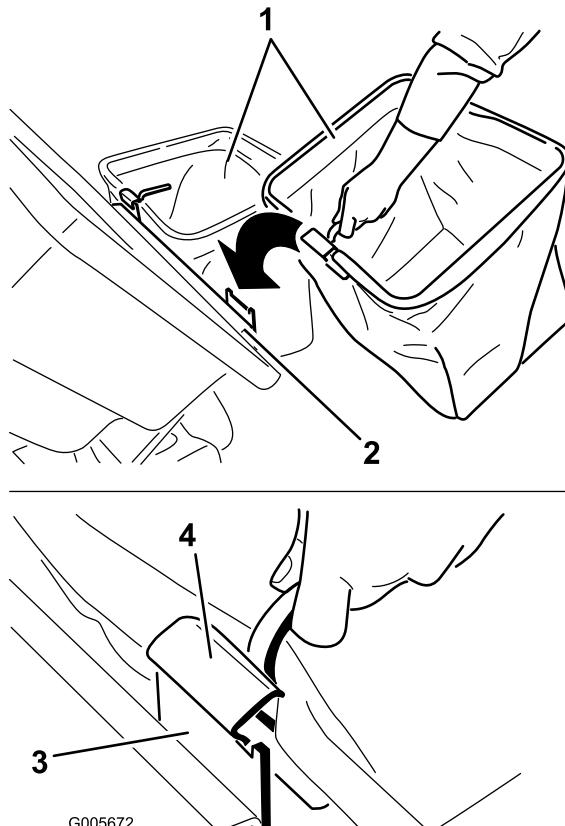

Figure 25
5. Pour installer les bacs, glissez les crochets du bâti sur les pattes de retenue (Figure 25).